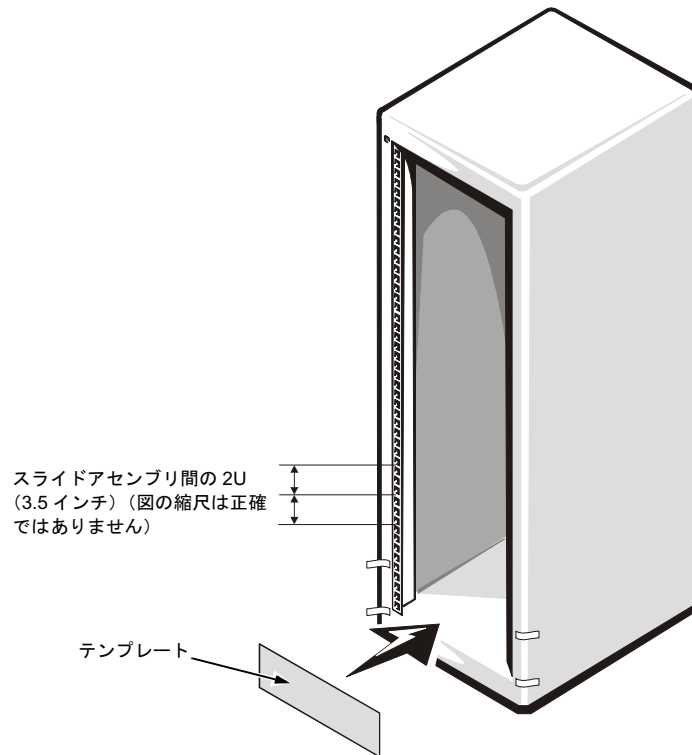

図 2-7 縦レールにマーキングするときのテンプレートの使い方
| 図 2-7 | 縦レールにマーキングするときのテンプレートの使い方 | 2-9 |
2. システムの上下の端の取り付け位置を、フェルトペンまたはマスキングテープでラック正面の縦レールにマーキングします（図 2-7 参照）。